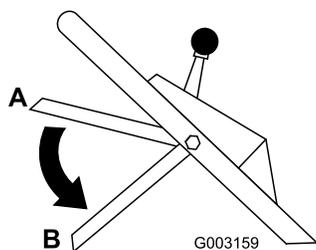

Figure 17
10. Relâchez la barre de commande (voir position B à la Figure 17). Vous devriez entendre un bruit
2. Sélectionnez la position la plus basse de la barre de commande (position B à la Figure 17).